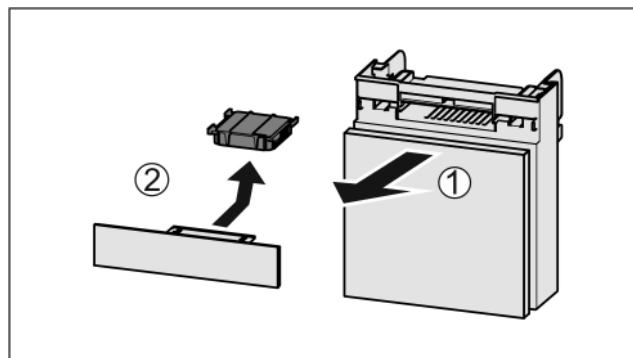

Fig. 42
- Вытянуть Fig. 42 (1) отделение движением вперед.
- Извлечение Fig. 42 (2) фильтра с активированным углем.